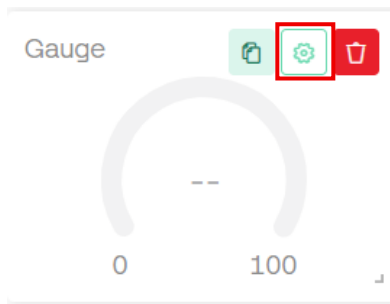

Figura 8.14. Indicador tipo Gauge y su ícono de configuración
10. Cada *widgets* adicionado, deberá ser asociado a cada una de las variables (o pines virtuales) creados previamente en los pasos 6 y 7. Para configurar cada *widget* haga *click* sobre el ícono de configuración (piñón) como se muestra en la figura 8.14.